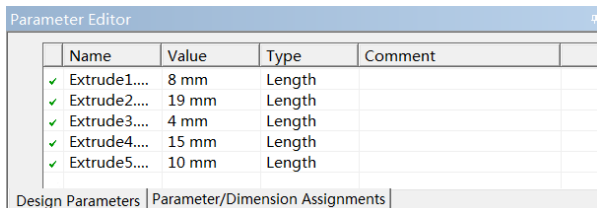

图 3-112 所有已选参数
- 1) 单击工具栏中的“Parameters”按钮，弹出 Parameter Editor 窗口，如图 3-112 所示。图中列出了所有已选的设计参数。